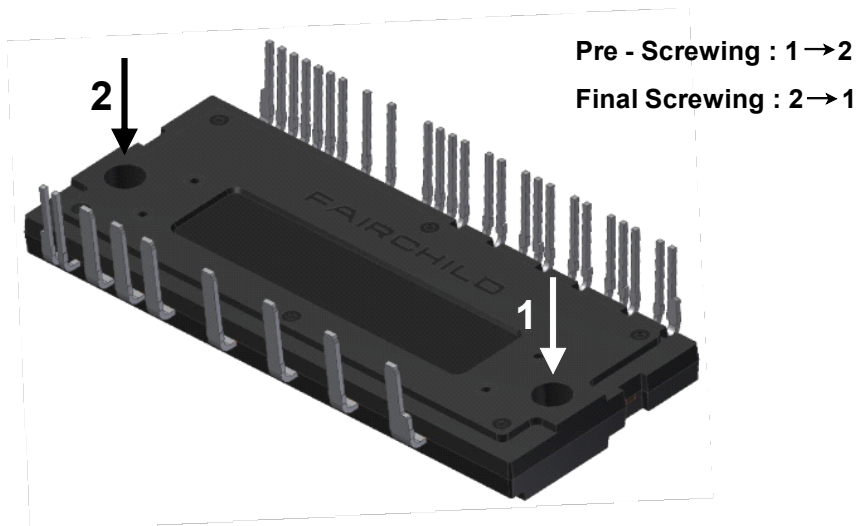

图 10. 安装螺钉时的扭紧顺序
- 13. 避免用力不均衡。图 10 显示了安装螺钉时, 推荐的扭紧顺序。安装不全会破坏封装 DBC 基底。预旋紧扭矩约为最大额定扭矩的 20 ~ 30%。